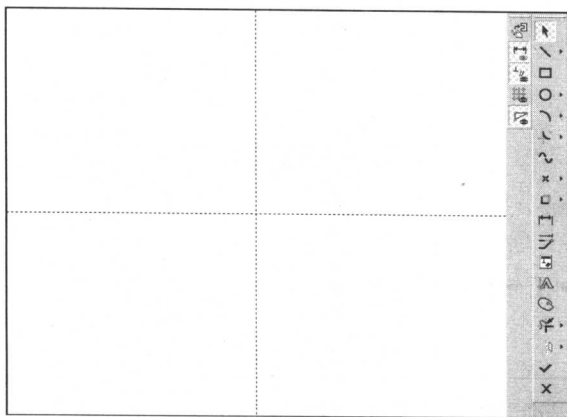

图 1-7 草绘环境
(7) 在“草绘”对话框中单击“草绘”按钮,在工作视图的右侧会显示出“草绘”工具栏。此时进入草绘环境,如图 1-7 所示。